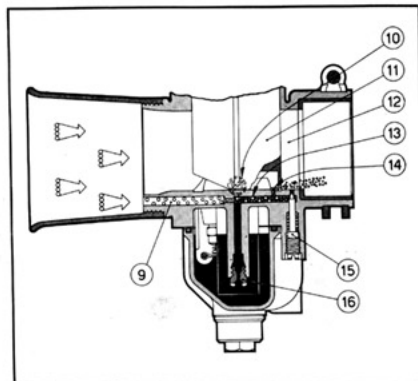

Fig. 26
Alle prime aperture della valvola gas (11), cioè nella fase di passaggio dal minimo al massimo, la miscela giunge al condotto (12) anche attraverso il foro di progressione (14) (vedi fig. 26).
On first opening the slide (11), in passing from idling to full-throttle, emulsion mixture also reaches the main barrel (12) via the progression holes (14) (see Fig. 26).